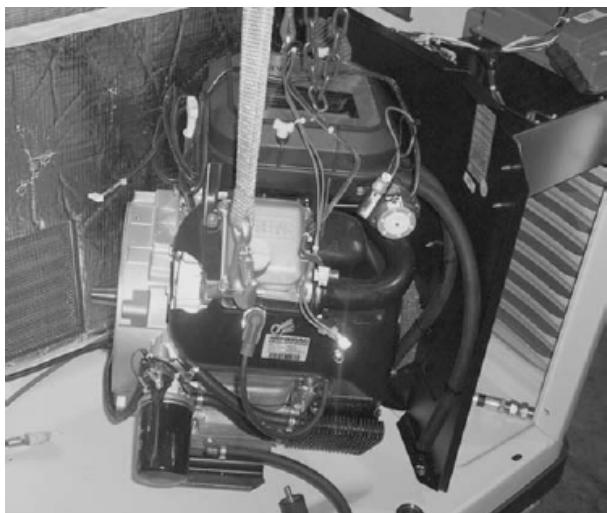

Рисунок 44
19. Снять двигатель с помощью надежного подъемного оборудования. Смотреть рисунок 44.